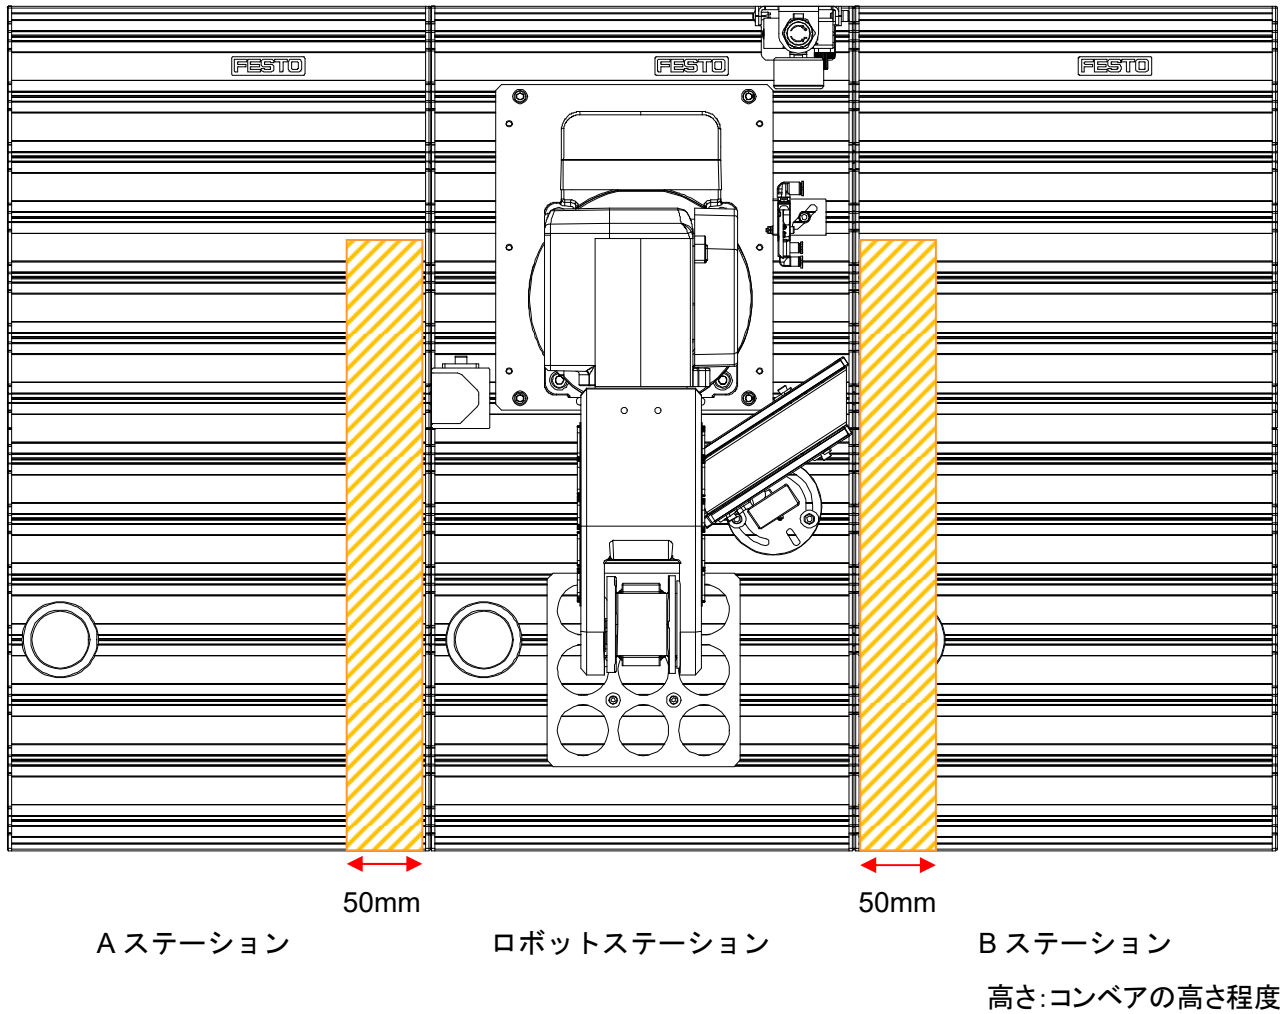

図 4 ロボットの可動範囲
・ロボット sta.(図 4 参照)
1. ロボットの可動範囲は、基本設備仕様書 A に規定の範囲に図 4 に指示されている範囲を加え、それらの範囲のワークが把持できること。
ロボットの可動範囲は、基本設備仕様書 A に規定の範囲に図 4 に指示されている範囲を加え、それらの範囲のワークが把持できること。